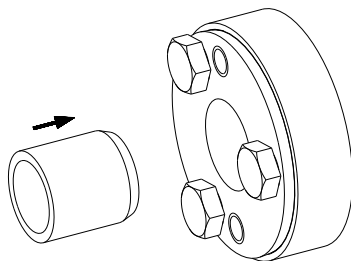
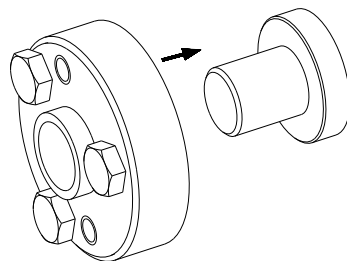

Bild 5: Aufschieben des Spansatzes auf Hohlwelle
Bild 6: Aufschieben auf Welle
- Die Spanschrauben leicht lösen und den Spansatz KTR 620 auf die Nabe/Hohlwelle außen aufsetzen (siehe Bild 5 und Bild 6).